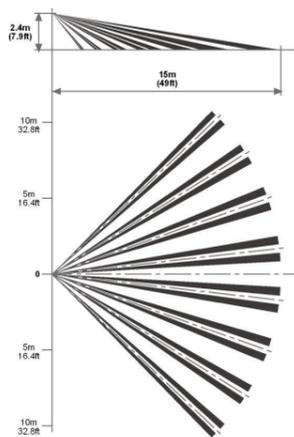

Fig. 4 Lens Pattern I Patrón de la lente I Portée de la lentille I Area di rilevazione I Charakterystyka detekcji
8. Conectar los alambres en los bloques de terminales. (Fig. 4)
Choisissez l'emplacement le plus approprié pour intercepter un intrus. Voir la portée de détection (Fig. 4). Le capteur Quad haute qualité détecte tout mouvement croisant le faisceau ; la détection du mouvement est moins sensible en se rapprochant du détecteur. Les performances du LC-100-PI / LC-120-PI sont optimales lorsqu'il se trouve dans un environnement constant et stable. Evitez les emplacements suivants
8. Reliez le fil au bloc terminal. (Fig 4)
Selezionare la posizione più adatta a rilevare la presenza di un intruso. Vedere l'area di copertura (Fig. 4). Il sensore a quattro elementi ad elevata sensibilità rileva i movimenti che incrociano i fasci; esso è leggermente meno sensibile nel rilevare il movimento verso il rivelatore. Il rendimento del rivelatore LC-100-PI / LC-120-PI è ottimale in un ambiente uniforme e stabile.
8. Collegare il cavo alla morsetti (Fig. 4)
Czujkę należy zainstalować w taki sposób, aby jej zasięg działania objął chronione pomieszczenie (Rys. 4). Wysokiej jakości czteroelementowy czujnik QUAD jest bardziej wrażliwy na ruch przecinający wiązkę, niż na ruch skierowany w stronę czujnika.
8. Podłączyć przewody zgodnie ze schematem (Rys.4).